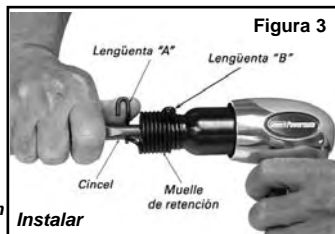

Figura 3
- Atornille el muelle de retención en el martillo neumático presionando la lengüeta "A" y girándolo hasta que el muelle de retención se encuentre fijo en el martillo (ver figura 3). **Nota: el muelle de retención y los cinceles son artículos que se desgastan con el uso normal y deben ser cambiados. Para solicitar muelles de retención o cinceles de reemplazo, por favor llame al número indicado en la contratapa de este manual.**
- a. Presione la lengüeta "B" y gire para quitar el muelle de retención (ver figura 3).
- d. Atornille el muelle de retención en el martillo neumático presionando la lengüeta "A" y girándolo hasta que el muelle de retención se encuentre fijo en el martillo (ver figura 3).